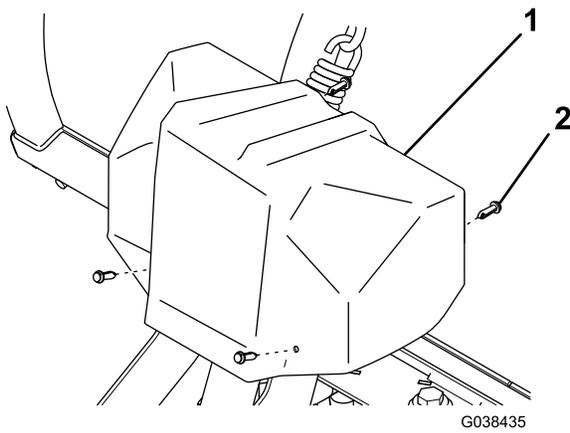

Figura 23
2. Retire los 4 remaches de plástico que mantienen la cubierta del acoplador sujeta al acoplador y retire la cubierta (Figura 23).